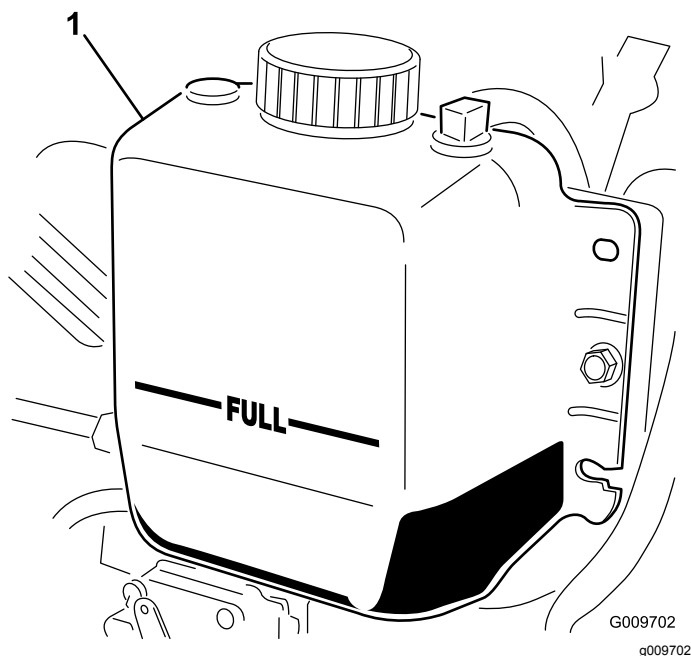

Figura 14
2. Controllate il livello del refrigerante nel radiatore. Il radiatore deve essere riempito fino alla parte superiore del collo del bocchettone, ed il serbatoio di espansione fino al segno di "FULL" (pieno) (Figura 14).